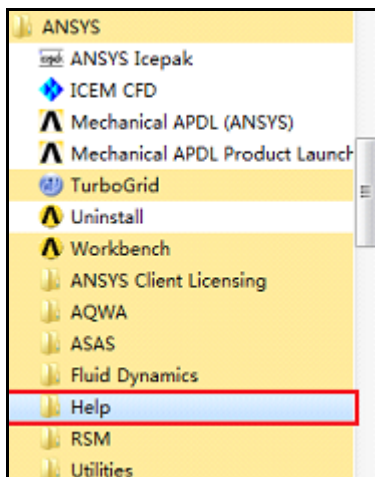

图 1-8 通过帮助程序启动帮助系统
(2) 依次单击：开始→所有程序→ANSYS13.0→Help，启动 ANSYS 帮助文件，如图 1-8 所示。